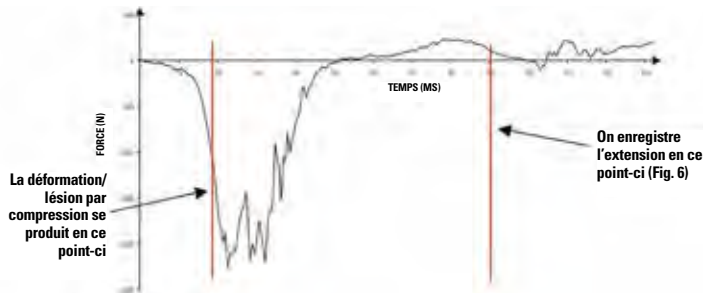
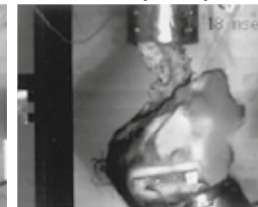
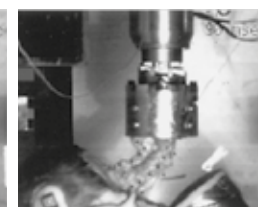

Figure 16 – Graphique de la force qui traverse un cadavre heurtant une surface douce.
Figure 17 – Photo de l'impact à 4 et 18 ms.
Figure 18 – Photo de l'impact à 32 et 90 ms qui montre la flexion et la torsion (champ de mouvements NORMAL).
Si même après un peu de temps, vous vous sentez encore limités dans les mouvements, réessayez après avoir enlevé les rembourrages des épaules (2). Cela vous assurera un peu plus de liberté de mouvement, mais on recommande de réessayer avec l'ajout des rembourrages après quelques mois d'utilisation. En effet, plus le BNS est haut au dessus des épaules, jusqu'à la distance minimale de 40 mm (1,5 pouces) du bas du casque, plus les possibilités que le BNS produise l'effet escompté sont élevées (Voir Figure 17).
Le premier aspect clé est qu'en conduisant une moto tout-terrain, la façon la plus probable de se casser le cou se produit lorsque le motard atterrit tête baissée, par conséquent la tête est tassée sous le poids du corps. La lésion est causée par la compression du cou et plus l'impact est central plus de possibilités il y a de se casser le cou, comme le montre la Figure 16 ci-dessous, dans ce qu'on appelle le « cône de vulnérabilité ». Le dommage subi se produit presque immédiatement.
Le deuxième aspect clé dans la conduite tout-terrain est qu'il y a de fortes chances que l'hyperflexion (flexion en avant) et l'hypertension (flexion en arrière) NE soient PAS à l'origine de la lésion catastrophique du cou, au contraire de ce qu'on croit d'habitude. Car quand on cogne la tête contre le sol la force d'impact de pic est transférée au cou au cours des premières millisecondes. Cette compression provoque une fracture pratiquement sans que la tête bouge de sa position. C'est à ce point-là que le cou est le plus vulnérable. Pendant que le cou est hypertendu ou fléchi (environ 150-300 millisecondes) les forces de pic initiales se dispersent en diminuant les probabilités d'une fracture du cou. L'énergie restante, toutefois, suffit à causer une lésion musculaire, comme le montrent les figures 16, 17 et 18.
La Figure 16 (faisant partie d'une expérience universitaire) montre le graphique de la force de compression qui traverse le cou en cas d'impact dans l'ordre tête-cou-tronc d'un cadavre. La compression provoque une flexion du cou à 18 ms qui provoque à son tour une lésion catastrophique. Dans la photo de la figure 17, on peut voir le degré de distorsion du cou lors du dommage même si la tête est complètement droite. La photo dans la figure 18 montre l'expérience en progression. La tête commence à se fléchir à 32 ms et à s'étendre à 90 ms, mais il faut noter comment, même si le mouvement à 90 ms paraît remarquable, cela rentre complètement parmi les mouvements normaux (dans ce cas, il ne s'agit pas d'« hypertension »). Si on regarde le graphique, il paraît évident que la force présente n'est pas liée à l'angle avec lequel la tête bouge mais plutôt elle diminue au fur et à mesure que la tête bouge. Au contraire, c'est l'énergie transférée au point d'impact qui provoque le dommage.
Le troisième aspect clé dans la conduite tout-terrain est que le coup du lapin ne se produit pratiquement jamais. Le coup du lapin se produit lorsque le corps est retenu alors que la tête est libre de bouger (comme dans le cas d'un passager en voiture avec le harnais attachée). Suite à un impact, la ceinture bloque le corps alors que la tête continue de suivre la trajectoire. Cela peut provoquer une hyperflexion de la tête, mais sans le pic d'impact illustré dans la Figure 16. Dans ces circonstances, on peut prouver que des produits tels que la minerve BNS peuvent réduire le pic de torsion (ou flexion) auquel le cou est soumis et par conséquent réduire les lésions musculaires MAIS le risque d'une lésion catastrophique due à un coup de lapin pendant la conduite d'une moto est négligeable puisque le corps n'est jamais retenu.